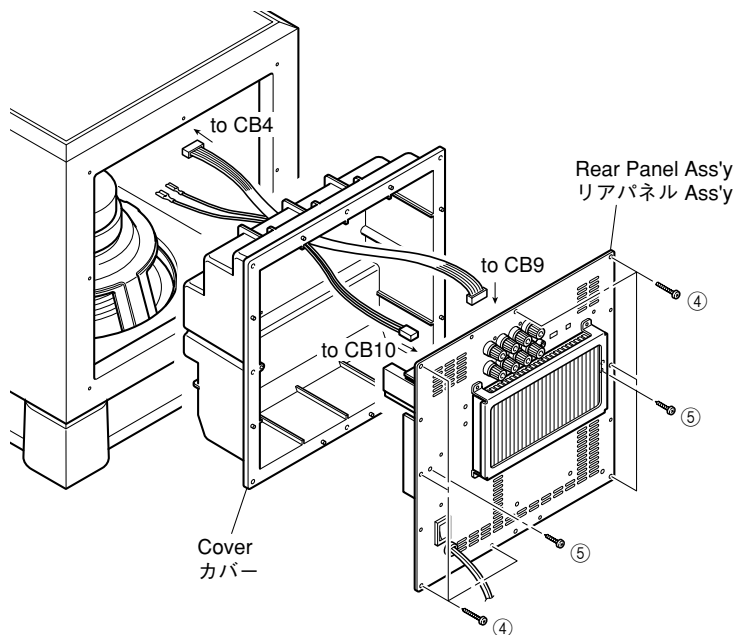

Fig. 3
- Remove 8 screws (④). (Fig. 3)
* Screws (④) are identified with arrow marks (◀).
- Pull out the rear panel ass'y. (Fig. 3)
- Remove 2 screws (⑤). (Fig. 3)
* Screws (⑤) are identified with arrow marks (◀).
- Remove the cover. (Fig. 3)
- Disconnect the connectors (CB9 and CB10). (Fig. 3)
- ④のネジ8本を外します。(Fig. 3)
- リアパネルAss'yを引き出します。(Fig. 3)
- ⑤のネジ2本を外します。(Fig. 3)
- カバーを外します。(Fig. 3)
- CB9、CB10を外します。(Fig. 3)